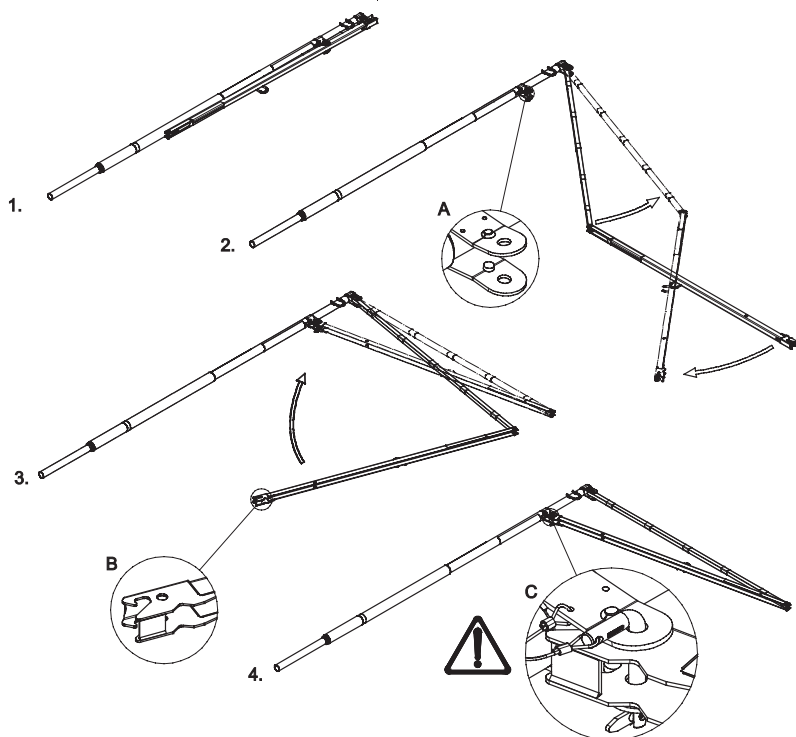

Figura 28. Proceso de montaje del sistema de anclaje SkyReach
- 10.1. Monte el sistema de anclaje SkyReach desde la posición plegada en cuatro sencillos pasos, consulte la Figura 28: